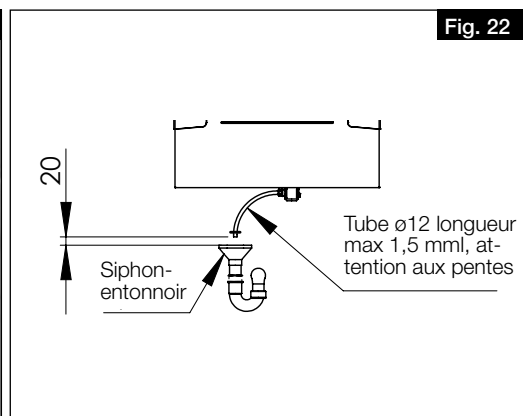

Fig. 22
> Le tube des condensats doit s'arrêter 20 mm au-dessus de l'évacuation ouverte, c'est-à-dire avant le possible niveau d'eau (voir Fig. 22).
> Le tube des condensats sortant du siphon à boule doit respecter une pente (vers un point bas et non pas vers un point haut) avant de déverser l'eau dans un siphon ouvert de type entonnoir. Il ne doit pas être relié via un système fermé (voir Fig. 22).
- > Le tube des condensats doit s'arrêter 20 mm au-dessus de l'évacuation ouverte, c'est-à-dire avant le possible niveau d'eau (voir Fig. 22).